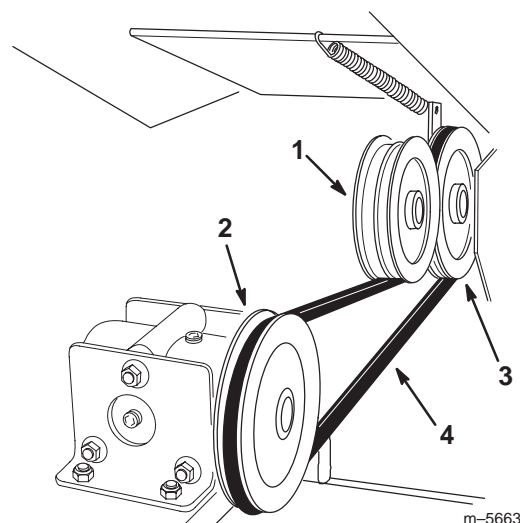

Figure 9
2. Soulevez la poulie de tension et installez la courroie d'entraînement sur la poulie de sortie du groupe de déplacement et la poulie d'entrée du boîtier d'engrenages (Fig. 9).
3. Relâchez la poulie de tension pour lui permettre de revenir en haut de la courroie d'entraînement (Fig. 9).